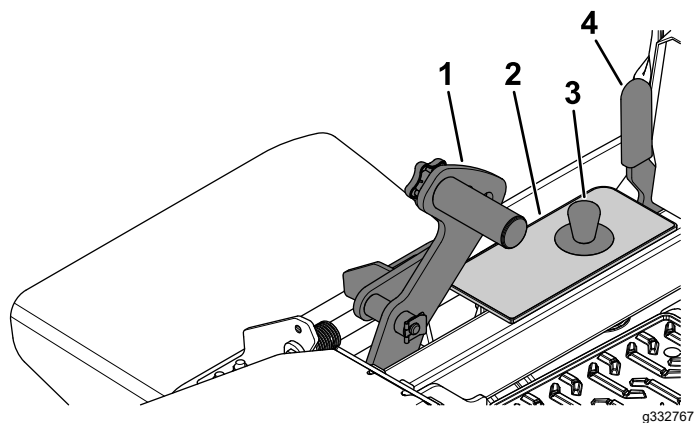

Figura 29
1. Spingete il pedale di sollevamento del piatto completamente in avanti per bloccare il piatto in posizione di TRASPORTO (corrispondente, inoltre, all'altezza di taglio di 140 mm) come illustrato nella Figura 29.
2. Per regolare, spostate la spina dalla staffa dell'altezza di taglio (Figura 29).
3. Nella staffa dell'altezza di taglio scegliete un foro corrispondente all'altezza richiesta, ed inserite la spina (Figura 29).